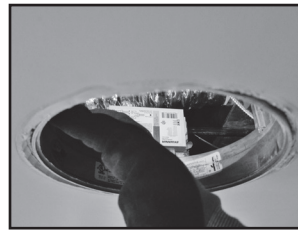

Figura 15
- Ubique la caja de derivación, extraiga la cubierta del balasto/la caja de derivación y desconecte los cables de alimentación (120 o 277). Desconecte las conexiones en el detector de aislamiento, si lo hubiere. Desconecte todos los cables que van desde el portacasquillo hasta el balasto (los colores de los cables pueden variar) (Figura 15).